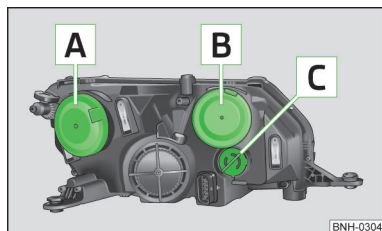

Fig. 149
**Orden de bombillas » fig. 149**
- Retirar la tapa protectora **A** » fig. 149 de la página 172.
➤ Retirar la tapa protectora **A** » fig. 149 de la página 172.
- Retirar la tapa protectora **B** » fig. 149 de la página 172.
- Colocar la tapa protectora **B** » fig. 149 de la página 172.